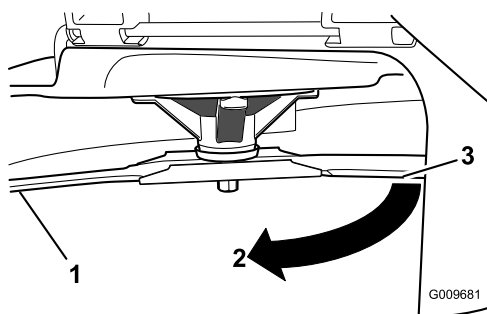

Figura 64
3. Distância medida entre a lâmina e a superfície (A)
4. Rode a mesma lâmina 180 graus para que a extremidade de corte oposta fique na mesma posição (Figura 64).